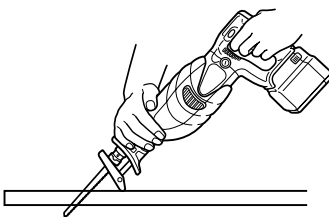
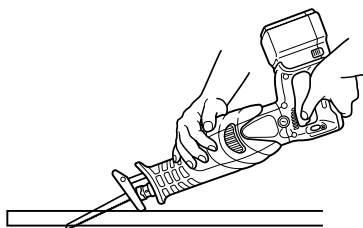

Fig. 25
Fig. 26
- (2) Levante el mango lentamente y corte con la hoja de sierra poco a poco. (Fig. 25, Fig. 26)